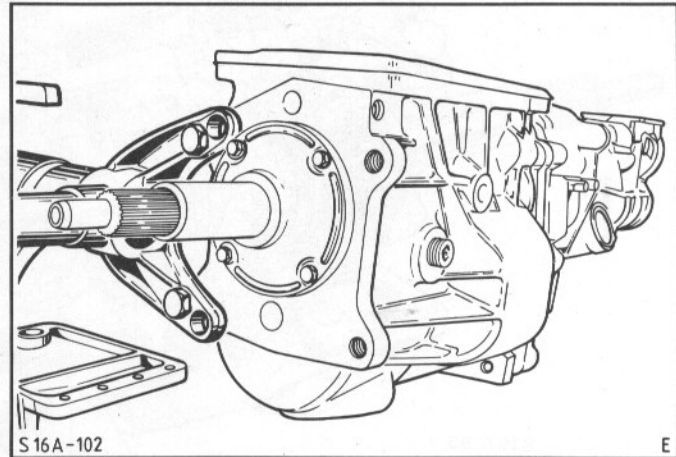

Abb.113 Getriebe an Montagegeständer anbringen
3. Getriebe mit Spezialwerkzeug 16-009 an Montagegeständer anbauen, Abb.113.